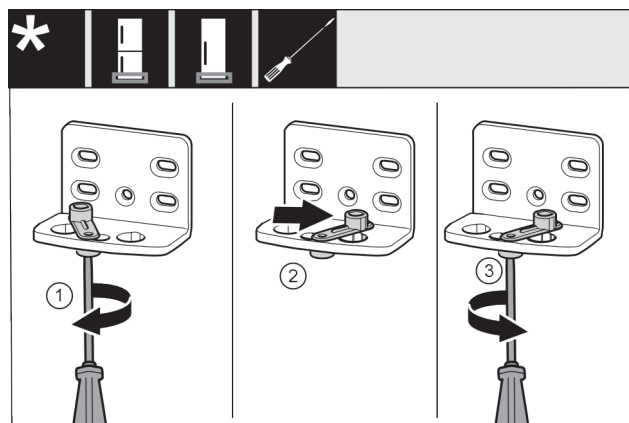

Fig. 15
- ▶ Schraube Fig. 15 (1) mit Schraubendreher lose schrauben.
- ▶ Türschließhilfe Fig. 15 (2) anheben und um 90° nach rechts in Bohrung drehen.
- ▶ Schraube Fig. 15 (3) mit Schraubendreher festschrauben.